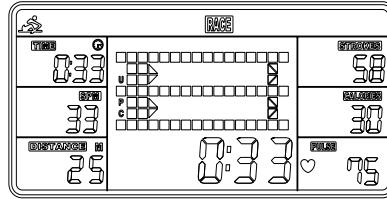
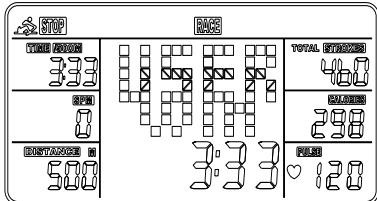

图 6
图 7
- A. 按 START 键开始，STOP 图标消失。USER & PC 会显示在矩形框中（图 6）。当达到竞赛模式预设的目标距离时，电子表会停止。矩形框中会显示 PC 赢或 USER 赢。（图 7）